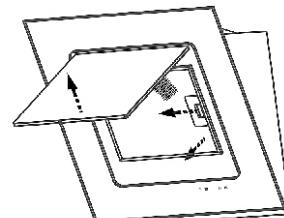

рис. 4
8.3 Для очистки алюминиевого фильтра извлеките его из вытяжки (рис.4). Произведите очистку фильтра с помощью щетки горячим водным раствором нейтрального моющего средства вручную или в посудомоечной машине (при 60°C). Сильно загрязненный фильтр не следует мыть в посудомоечной машине вместе с посудой. Страйтесь не сгибать фильтр при мойке. Возможное изменение цвета фильтра, с течением времени, не приводит к снижению эффективности его действия.
6.1.2 Перед установкой кухонной вытяжки снимите алюминиевый фильтр (рис. 4). Предварительно откройте стеклянную откидную панель:
- потяните за нижний край откидной панели, как показано на (рис. 4) и откройте ее;
Чтобы снять алюминиевый фильтр, нажмите на пружинный замок фильтра и потяните его на себя (рис. 4).